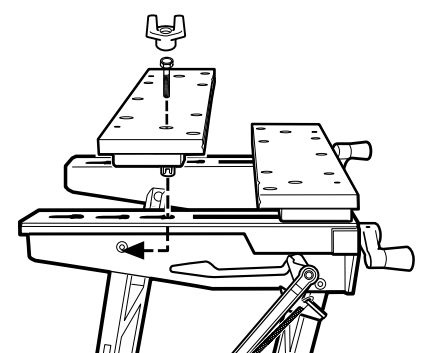
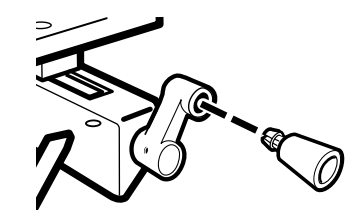

FIG. 7
FIG. 8
- Select the rear vise jaw, (C) and the two rear top blocks, (L). Position the rear top blocks on the frame rails so that the tab ears in the bottom of the blocks fit into the key holes of the frame rail. Position the top blocks so their raised posts are toward the rear of the frame, as shown in Figure 7. Now install the rear vise jaw so that the small holes in the ends of the jaw fit over the raised posts on the top blocks you just installed.
- Insert the remaining two bolts, (M) into the holes in the jaw and through the top blocks into the raised posts of the vise guides. The holes in the rear blocks are not threaded so you will feel resistance as you cut threads into them.
- Snap-in crank handle as shown in Figure 8.
- Install the rear jaw in 1 of 3 possible indexed "keyhole" positions by indexing the rear vise jaw into a keyhole in the vise jaw bracket. Secure the rear jaw by sliding it to the back of the keyhole. As shown in Figure 7.
- Prendre ensuite la mâchoire arrière (C) et les deux cales supérieures arrière (L). Placer les cales arrière sur les rails du cadre de sorte que les oreilles des protubérances du dessous des cales se posent dans les trous en forme de serrure du rail. Placer les cales de sorte que leurs goujons se trouvent vers l'arrière du cadre (fig. 7). On peut alors installer la mâchoire arrière de sorte que les petits trous à chaque extrémité de la mâchoire se trouvent au-dessus des goujons des cales installées.
- Insérer les deux derniers boulons (M) dans les trous de la mâchoire, les cales et les goujons des guides de l'étau. Les trous des cales arrière ne sont pas filetés; ils offrent donc une résistance lorsqu'on y visse les boulons.
- Enclencher les poignées des manivelles de la façon illustrée à la figure 8.
- Installer la mâchoire arrière dans l'une des trois positions en forme de trou de serrure du support de la mâchoire. Fixer la mâchoire arrière en la faisant glisser vers l'arrière du trou. Comme illustré à la figure 7.